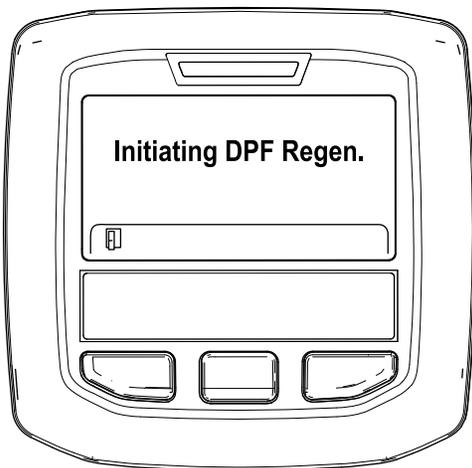

Figura 34
- A. Se muestra el mensaje “Initiating DPF Regen.” (Iniciando regeneración de DPF) (Figura 34).